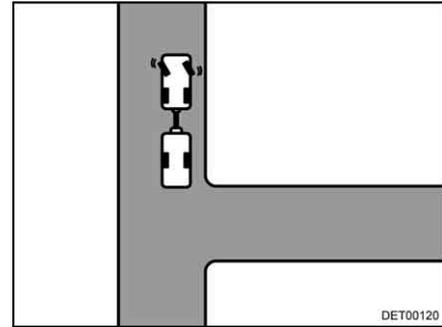

Fig. 16 Girar el volante hacia la izquierda
- Girar el volante hacia la izquierda con la caravana detenida (Fig. 16).